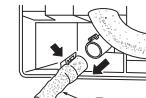

Fig. 3
- При подключении дренажного шланга к твердой винилхлоридной трубе обязательно плотно вставляйте его в трубу. (Fig. 3)
- Вставьте дренажный колпачок в секцию в задней части внутреннего прибора, к которой должен крепиться дренажный шланг. (Fig. 3)